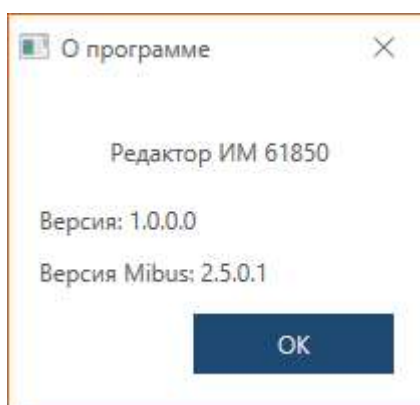

Рис. 6
- «О программе» - отображает версию ПО и версию проприетарного протокола Mibus для связи с устройствами (Рис. 6).